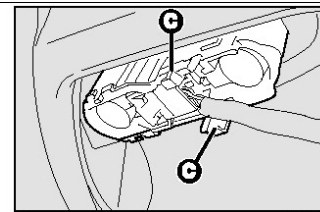

рис. 35
□ Извлечь и заменить нужную лампу, слегка надавив на нее и повернув против часовой стрелки **рис.35**: